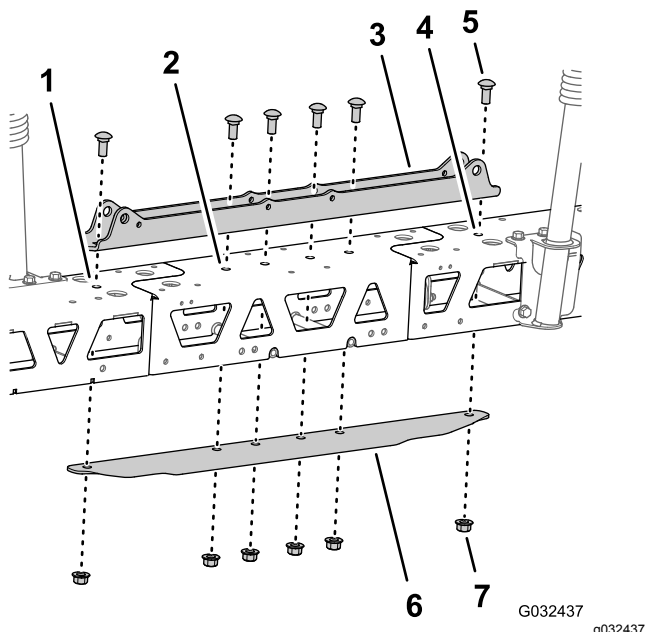

Figura 118
- Alinhe os orifícios da montagem do cilindro com os orifícios na linha central da estrutura da armação intermédia (Figura 118).
- Insira o canal de rigidez nas estruturas da armação central e exterior e alinhe o orifício do canal com os orifícios no centro da estrutura da armação intermédia (Figura 118).
- Instale a montagem do cilindro, as armações, a extensão da rampa central e o canal de rigidez com os dois parafusos de carroçaria (1/2 x 1-1/4 pol.) e as duas porcas de bloqueio flangeadas (1/2 pol.) que retirou no passo 3 de Remoção dos bicos do pulverizador (página 40) e com os quatro parafusos de carroçaria (1/2 x 1 1/4 pol.) e as quatro porcas de bloqueio flangeadas (1/2 pol.) do kit de acabamento de sistema de pulverização GeoLink (Figura 118).